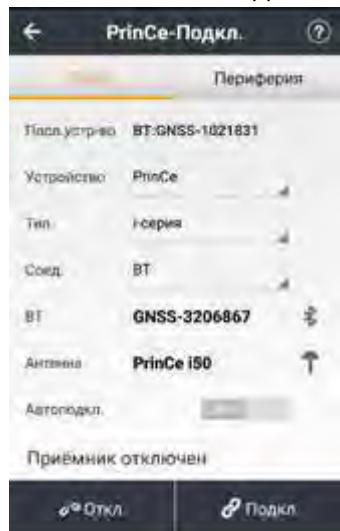

Рис. 2.12
2. Перейдите в меню **[Настройки] → [Подкл.]**. Выберите устройство: PrinCe, тип: i-серия, соединение: BT или WiFi, антенна PrinCe i90 (см. рис. 2.12). Нажмите кнопку **[Подкл.]**, чтобы выполнить подключение.